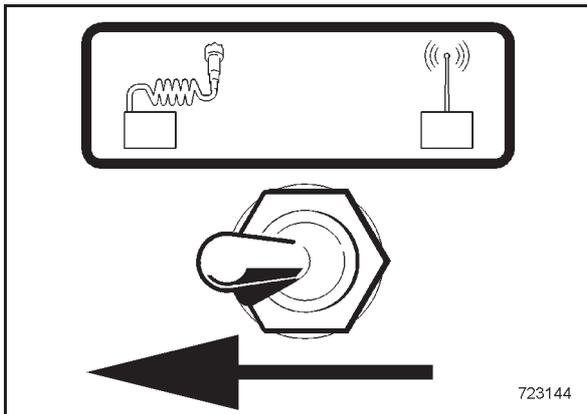

Bild 31
- Soll die Maschine im Kabelbetrieb gefahren werden, Kippschalter (Bild 31) nach links umlegen.